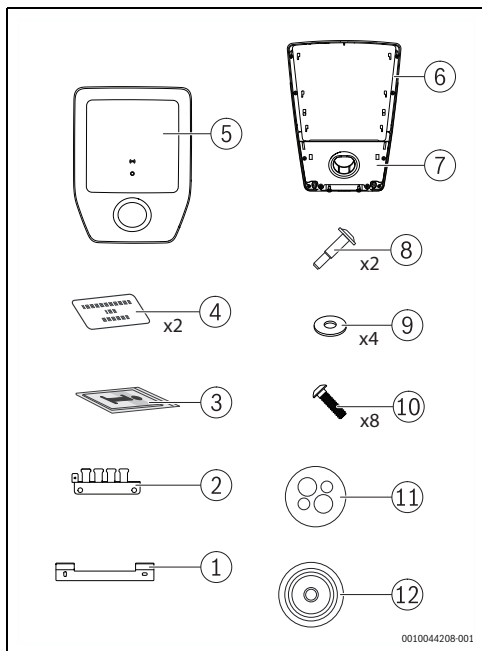

Fig. 409 Pachet de livrare
- ▶ Îndepărtați cu grijă acoperirea [5] și capacul cu suportul de parcare [7] de pe Power Charge 7000i (→ Fig. 409, pagina 400).